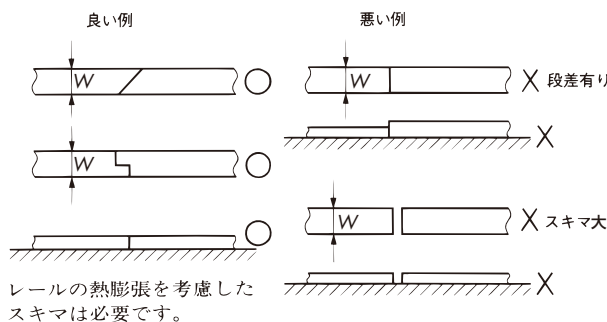

図4. レールの接続
①摩耗は種々の要因 (腐食、潤滑、負荷速度、稼働時間など) があり複雑です。正確にチェーン寿命とレール材の関係を推定することは難しいものです。
②チェーン寿命はレールとの組み合わせに左右されます。新設の場合は、チェーンよりレール材の硬さをわずかに低いものにして摩耗状態を確認します。レール材表面が滑らかに仕上げられる程度が良いでしょう。
③材質の決定は、使用条件を考慮してください。衝撃のかかるときや特殊な雰囲気では、プラスチックは使用できない場合があります。
④運転前のレールに関する注意
1. レールの継ぎ部は滑らかにし、エッジを除き、段差、隙間はなくす。(図4)